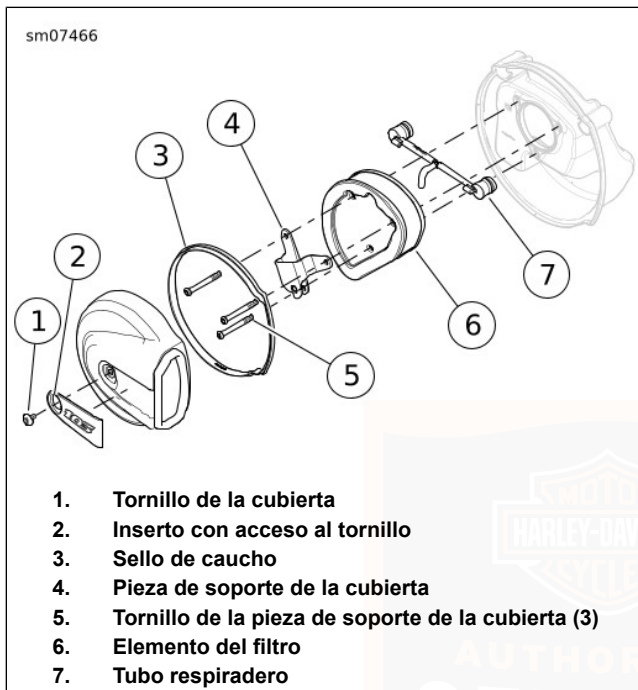

Figura 74. Conjunto del depurador de aire
1. Vea Figura 74. Extraiga el tornillo y la cubierta del depurador de aire con el sello de caucho.
1. Vea Figura 74. Instale el tubo respiradero en los pernos del respiradero.